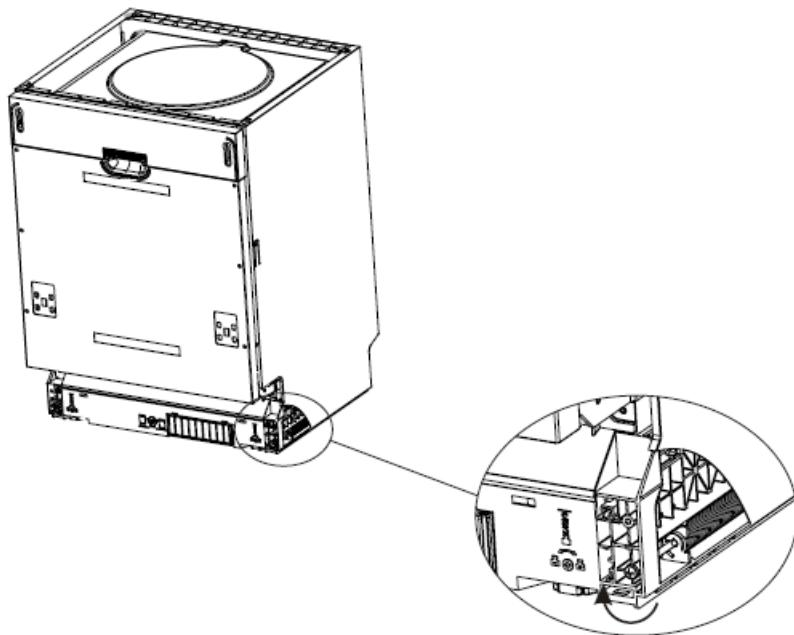

Fig. 5 – Ajuste da tensão da porta
As molas da porta vêm ajustadas de fábrica com uma tensão própria de ajuste à porta da máquina. Ao instalar o painel de madeira, terá de reajustar as molas. Rode os parafusos de ajuste para apertar ou libertar o cabo de aço (fig. 5).
- 8- Nivele a máquina. Os pés traseiros podem ser ajustados pela frente da máquina, rodando os parafusos dos lados direito e esquerdo (fig. 5). Para ajustar os pés da frente, use uma chave inglesa e rode os pés frontais até que a máquina esteja nivelada (fig. 5).